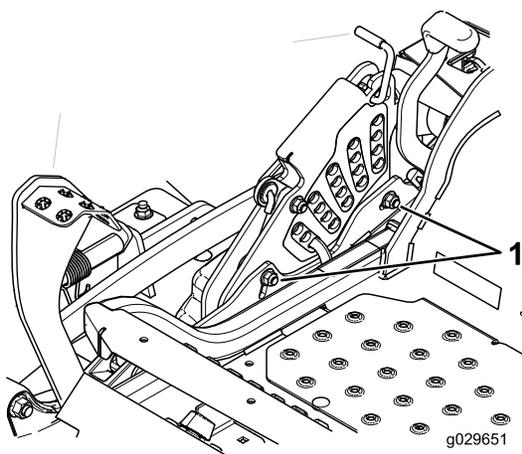

Figure 96
12. Si les biellettes de tablier avant ne disposent pas d'un réglage suffisant pour produire une hauteur de coupe précise, desserrez les deux boulons au bas de la plaque de hauteur de coupe pour ajuster le système monopoint (Figure 96).
14. Serrez les 2 boulons au bas de la plaque de hauteur de coupe (Figure 96).